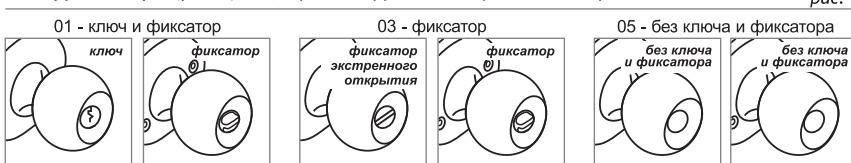

рис. 1
2. МОДИФИКАЦИИ (рис. 1). Модификация ручки и цвет указаны на коробке.